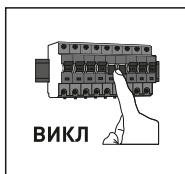

Рисунок 5.1
5.4.1. Вимкніть подачу електроенергії (рис. 5.1).